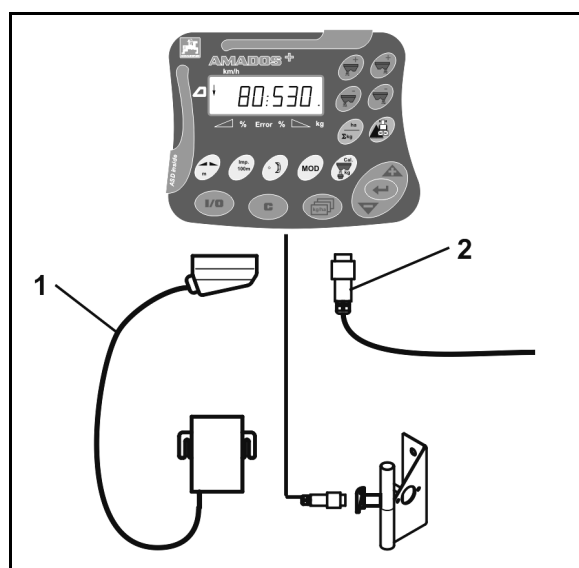

Fig. 2
1. Conectați mașina atașată / remorcată la tractor prin intermediul conectorului mașinii (Fig. 2/1).
2. Conectați cablul de semnal de la priza de semnal a tractorului sau de la senzorul X (Fig. 2/2) la **AMADOS⁺**.